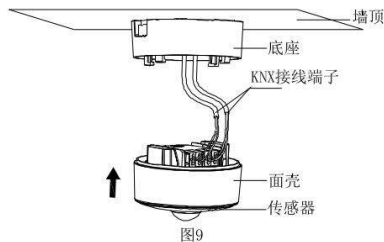

图9
(9) ① 接线端子按接线说明进行接线。
② 将面壳向上与底座合上。如图 9 所示。